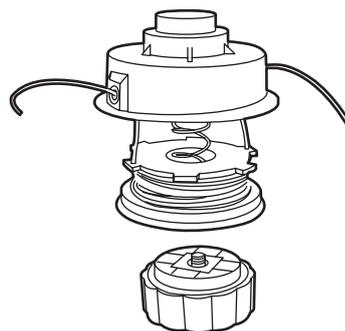

Fig. 16b
4. Tordez légèrement la bobine (22b) pour ouvrir le boîtier de la tête de coupe. Le couvercle et la bobine sont éjectés (fig. 16b).